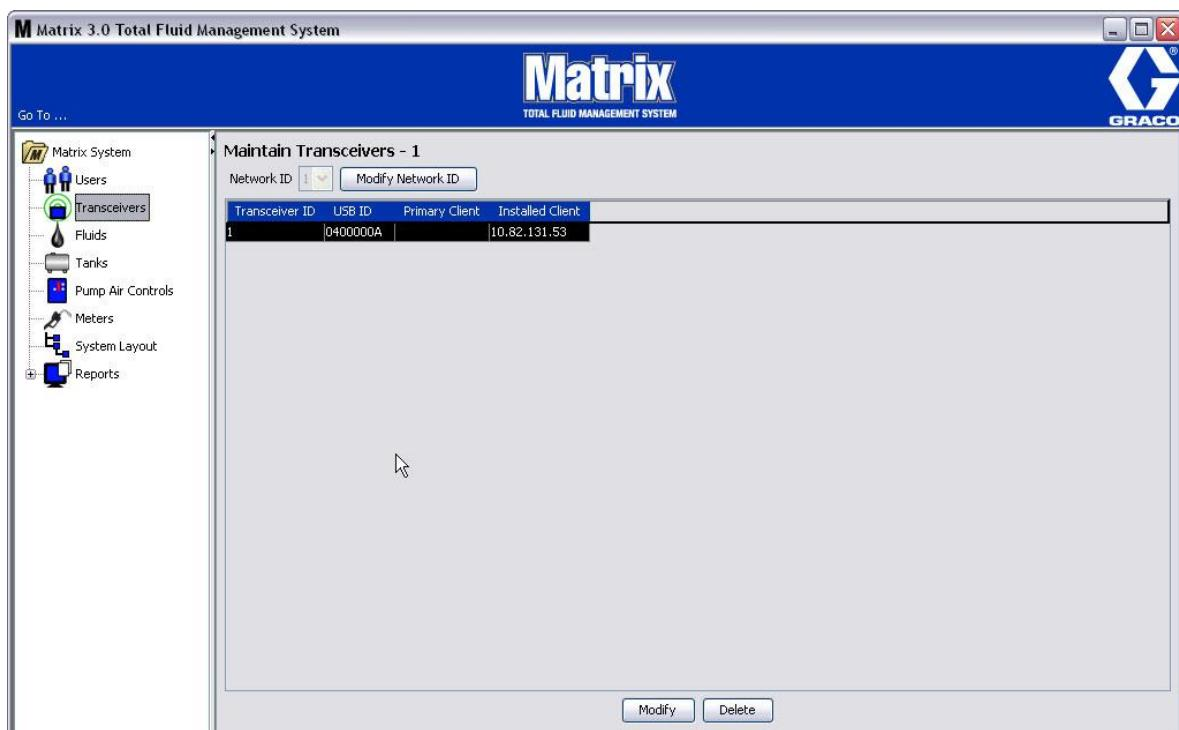

Рис. 58
Экран «Transceivers» [Приемопередатчики] для системы Matrix 3 Basic (Рис. 58) используется для:
4. Выбранное значение идентификатора сети отображается вверху экрана «Transceivers» [Приемопередатчики] в поле «Network ID» [ИД сети] (Рис. 58 и Рис. 59).